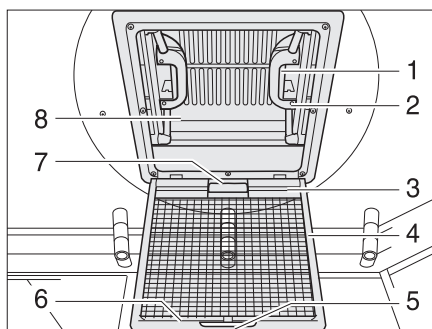

Fig. 42 Oblò a scatto
- Tirare la maniglia (Fig. 42,5).
- Ribaltare la protezione contro gli insetti (Fig. 42,4) verso il basso.
- Premere la chiusura a scatto (Fig. 42,1) verso l'interno dell'oblò (Fig. 42,8). Premere contemporaneamente verso l'alto l'oblò con la maniglia (Fig. 42,2).
- Spingere la protezione contro gli insetti (Fig. 42,4) verso l'alto finché non si innesta.
- Tirare con forza verso il basso le due maniglie (Fig. 42,2) dell'oblò (Fig. 42,8), fino a quando non scattano (Fig. 42,1) entrambe le chiusure.
- Tirare l'oscurante a rullo per la maniglia (Fig. 42,7) e agganciare il listello portaganci (Fig. 42,3) nel listello di supporto (Fig. 42,6) sulla protezione contro gli insetti.
- Staccare il listello portaganci (Fig. 42,3) dal listello di supporto (Fig. 42,6) e ricondurre lentamente in posizione l'oscurante a rullo.